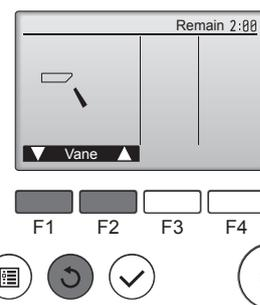

Fig. 7-7
- ① Vérifiez le volet automatique à l'aide des boutons [F1] [F2]. (Fig. 7-7)
- ② Appuyez sur le bouton  pour revenir à l'écran "Test run" (Test fonctions).
- ③ Appuyez sur le bouton .